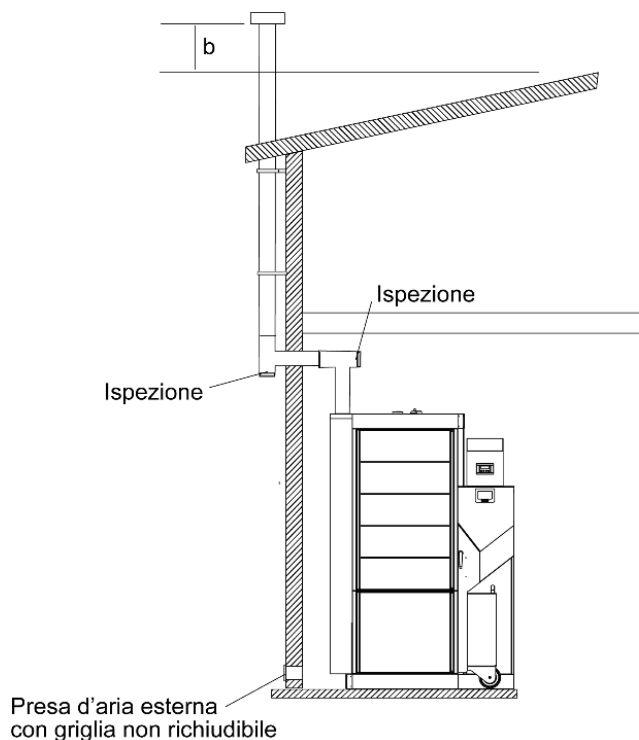

Fig. 13
- Per i condotti devono essere utilizzati solo tubi isolati (doppia parete) in acciaio inox fissati all'edificio (fig. 13).
- Nel caso in cui si voglia utilizzare un condotto fumi esterno si deve adottare la soluzione rappresentata nella fig. 13